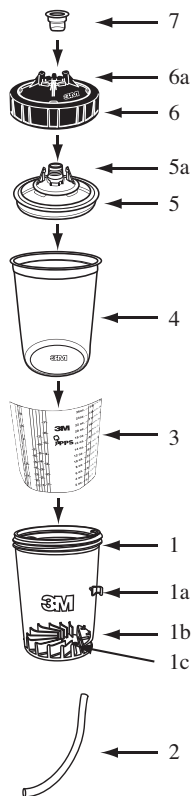

Figure 2
- N'utiliser que des pièces et des accessoires 3M d'origine. Référence, figure 2, liste des composants